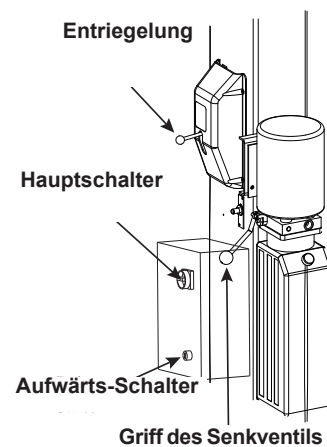

Fig. 3
D. Den Griff des Senkventils nach unten ziehen (Abb. 3).